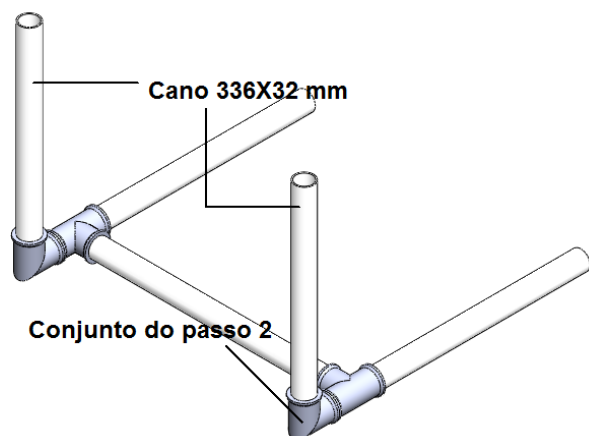

Figura 30. Montagem Final – Passo3
- Passo 3: Junte o conjunto montado no passo 2 com dois canos de 336X32 mm, como mostrado na figura 30 (1 unidade);